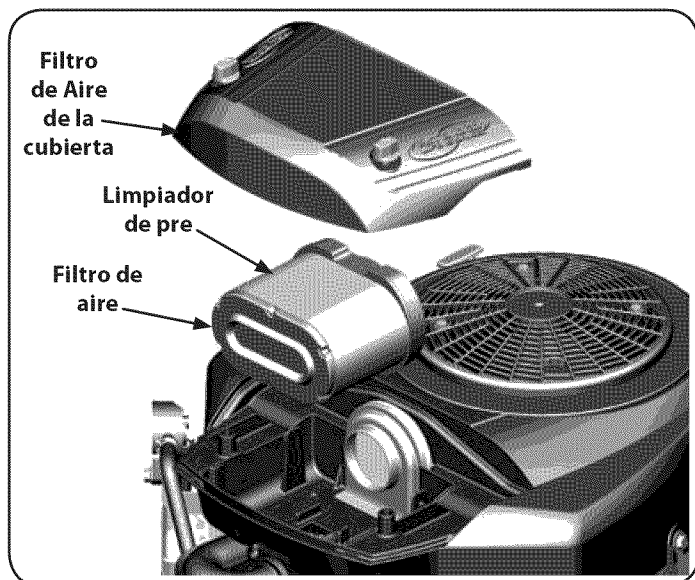

Figura 25
1. Retire la tapa del filtro de aire. Vea la Figura 25.